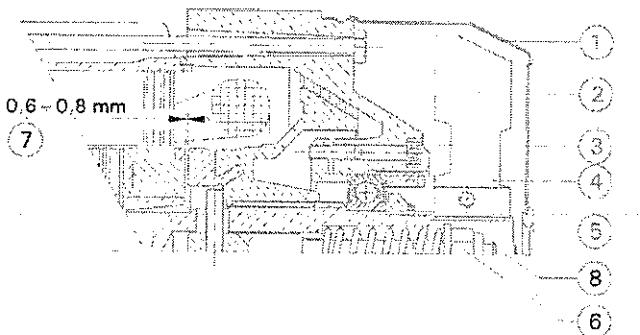

Fig.7
8.2 REGOLAZIONE DEL FRENO MOTORE (fig. 7)
⚠ - Ne réalisez pas de mouvements de montée ou de descente de la charge avec la potence ou le treuil en position différente de celle représentée sur la fig. 7, de manière à éviter les frottements excessifs du câble contre les parois des poulies de renvoi.